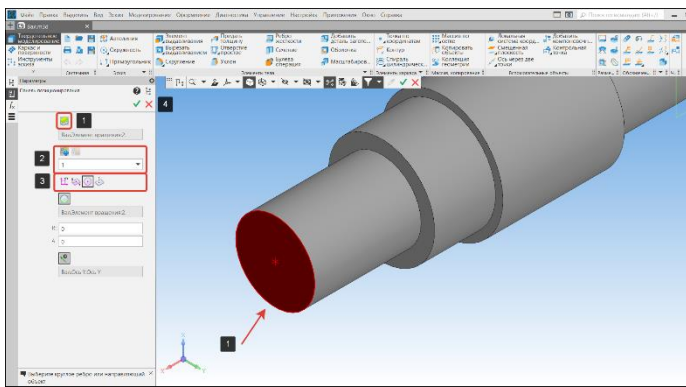

Рисунок 105 - Простановка центровых отверстий
• Укажем торец построенной детали (1), привязка осуществляется по центру окружности (3). Если необходимо указать еще одно центровое отверстие, то необходимо использовать команду Добавить точку (2). Если указано все верно выберем команду Завершить редактирование (4) (Рисунок 105);